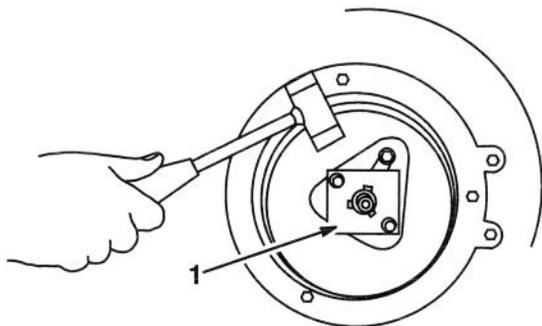

Figure 34
4. Retirer la plaque d'entraînement de lame en la frappant avec un maillet en plastique ou en fibre dans le sens de la rotation (Fig. 34) pour la dégager du chanfrein du vilebrequin.